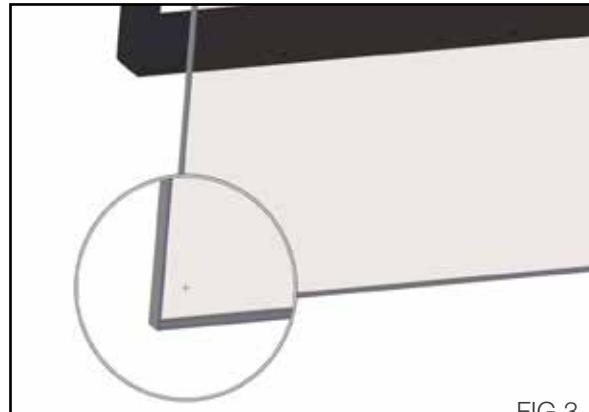

FIG.3
6. Centrez et appliquez le joint d'étanchéité sur le bord de la vitre. Assurez-vous que le joint d'étanchéité forme une boucle continue autour du périmètre de la vitre de remplacement. (FIG.3)